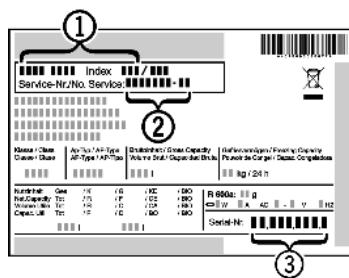

Fig. 9
- Назва пристрію Fig. 9 (1), сервісний номер Fig. 9 (2) та серійний номер Fig. 9 (3) вказані на табличці типів. Табличка типів знаходитьться всередині пристрою, зліва.
- Повідомте сервісну службу про характер неполадки, назву пристрію Fig. 9 (1), сервісний номер Fig. 9 (2) та серійний номер Fig. 9 (3).